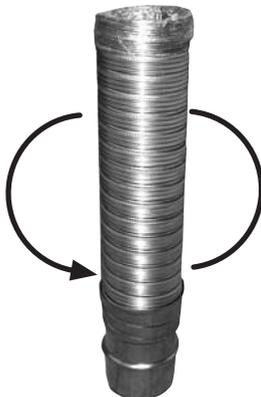

FIG. 2
- Pour un montage correct avec le raccord flexible/rigide mâle sans joint silicone T450° (réf: 3402 ...), vous devez suivre les instructions de la figure 2.
- Positionner le raccord flexible/rigide mâle sans joint silicone (réf: 3402 ...), entre les éléments rigides et le conduit flexible comme illustré dans la figure 2 puis couper le flexible avec un couteau Inox à la hauteur désirée.
- Positionner le raccord flexible/rigide femelle sans joint silicone (réf: 3402 ...) pour les appareils fonctionnant en dépression, entre les éléments rigides et le conduit flexible comme illustré dans la figure 2 et un manchon étanche avec joint silicone T160° C pour les appareils fonctionnant en pression; puis couper le flexible avec un couteau Inox à la hauteur désirée.